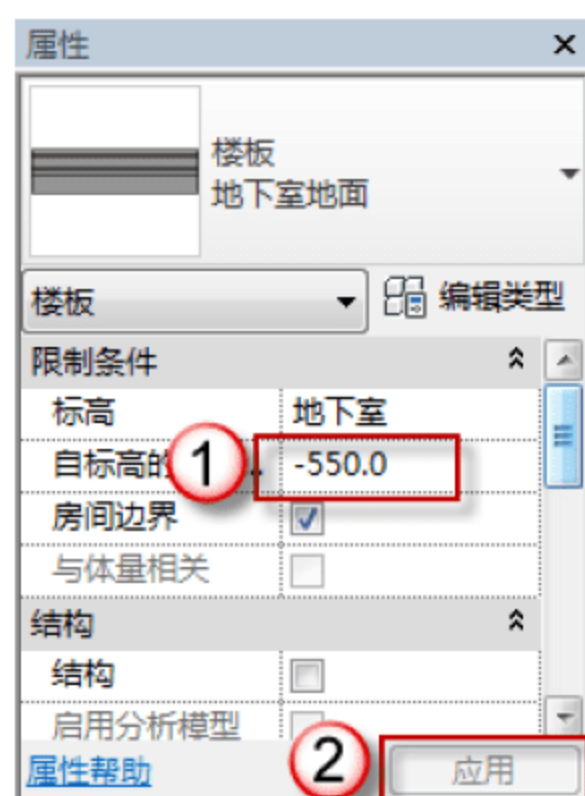

图 9.2.38 设置排水井地面属性
(15) 设置“4800×1200×550 排水井”的属性。在“属性”面板中选择“楼板：地下室地面”，在“自标高的高度偏移”中将“-1600”改成“-550”字样，单击“应用”按钮，如图 9.2.38 所示。